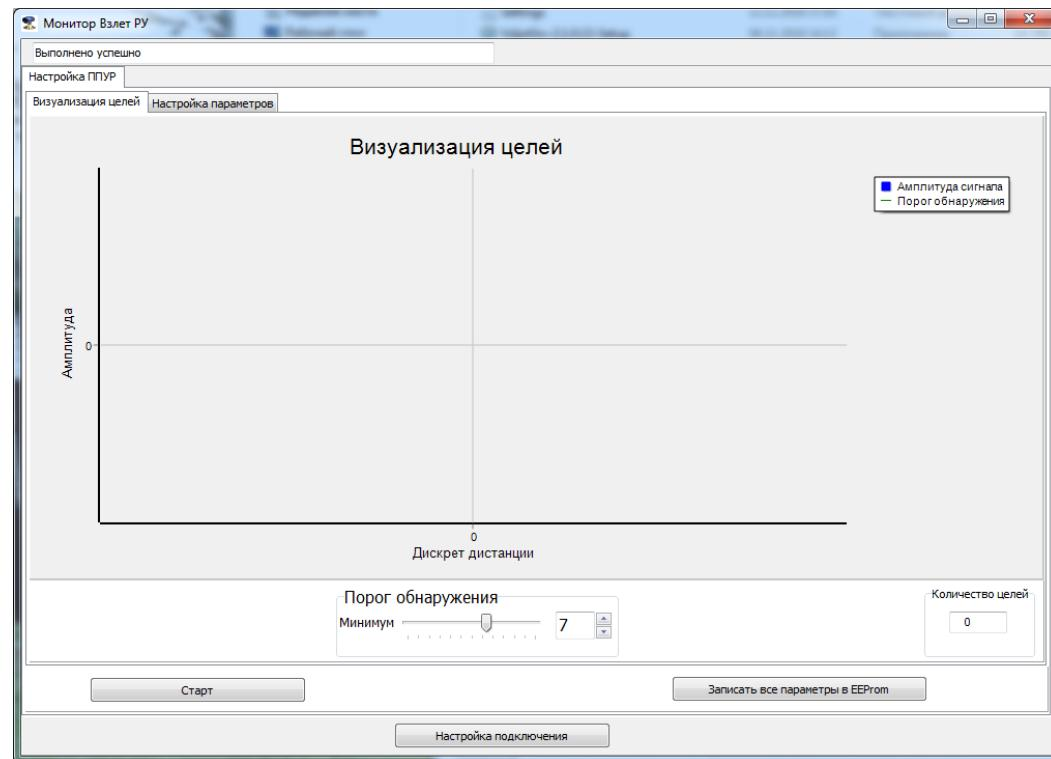
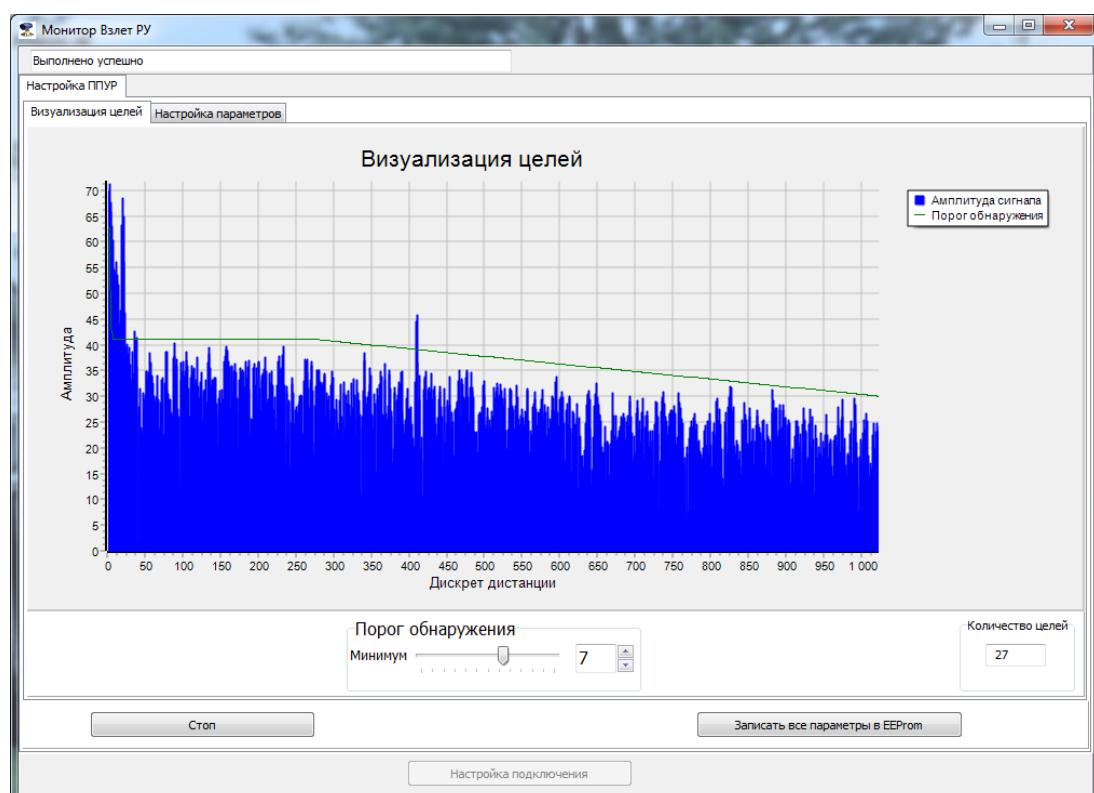

Рис.24 - Окно «**Визуализация целей**».
Рис.25 - «Шумовая дорожка».
7.7.2 После успешного подключения откроется окно «**Визуализация целей**» (рис.24). Для начала процесса измерений нажмите кнопку «**Старт**», начнется процесс отображения измерений, как приведено на рис.25.
7.7.3 На рис.25 приведена «шумовая дорожка», характеризующая спектр получаемого отраженного радарного СВЧ-сигнала. По оси «Х» отложена дистанция до измеряемой среды с дискретностью 4 см, по оси «Y» – амплитуда сигнала в дБ.